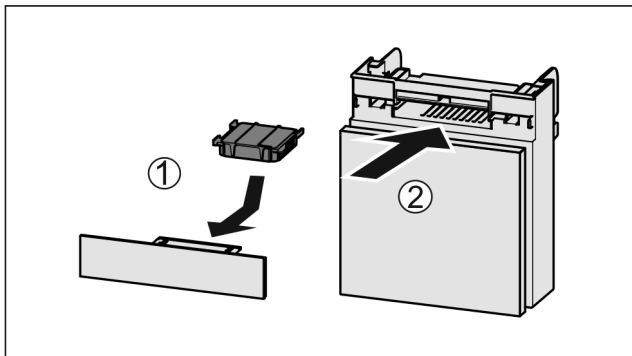

Fig. 81
- ▶ Inserte Fig. 81 (1) el filtro de carbón activado según se indica en la ilustración.
- ▶ Inserte Fig. 81 (2) el compartimiento.